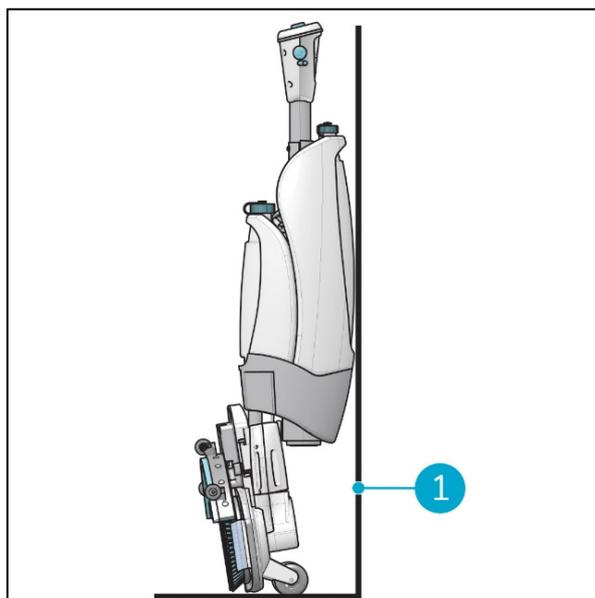

Abbildung 24
3. Lehnen Sie den i-mop XL pro mit dem Griff so an eine Wand (Figure 24, Pos. 1), dass die Bürsten von der Wand abgewandt sind.